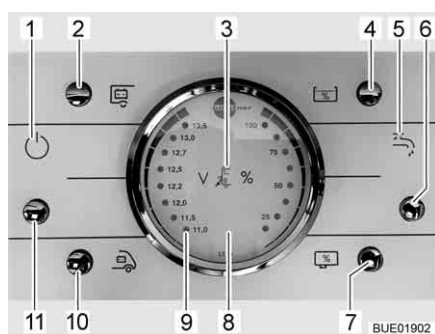

Fig. 167 Pannello di controllo LT 96
Il tasto (Fig. 167,11) inserisce o disinserisce il pannello di controllo e l'alimentazione a 12 V del vano abitabile.
Accensione: ■ Premere il tasto (Fig. 167,11): L'alimentazione a 12 V dell'abitacolo è inserita. La spia di controllo (Fig. 167,1) si accende.
Spegnimento: ■ Premere il tasto (Fig. 167,11): L'alimentazione a 12 V dell'abitacolo è disinserita. La spia di controllo (Fig. 167,1) si spegne.
Per l'indicatore volt/serbatoio (Fig. 167,8) leggere la scala sinistra. L'indicatore si illumina automaticamente appena viene premuto un tasto.
- Premere il tasto (Fig. 167,10): Viene indicata la tensione della batteria di avviamento.
- Premere il tasto (Fig. 167,2): Viene indicata la tensione della batteria dell'abitacolo.
Per l'indicatore volt/serbatoio (Fig. 167,8) leggere la scala destra. L'indicatore si illumina automaticamente appena viene premuto un tasto.
- Premere il tasto (Fig. 167,4): Viene indicato il livello del serbatoio dell'acqua.
- Premere il tasto (Fig. 167,7): Viene indicato il livello del serbatoio delle acque grigie.
- Premere il tasto (Fig. 167,6): L'alimentazione idrica è accesa. La spia di controllo della pompa dell'acqua (Fig. 167,5) si accende.
- Premere il tasto (Fig. 167,6): L'alimentazione idrica è spenta. La spia di controllo della pompa dell'acqua (Fig. 167,5) si spegne.
La spia luminosa rossa "ALARM" (Fig. 167,9) inizia a lampeggiare non appena la tensione della batteria dell'abitacolo scende al di sotto di 11 V (misurazione durante il normale esercizio) con conseguente rischio che la batteria si scarichi troppo.
La spia di controllo a 12 V (Fig. 167,1) si accende non appena viene inserito il tasto principale dei 12 V (Fig. 167,11).
La spia di controllo a 230 V (Fig. 167,3) si accende quando all'ingresso della centralina elettrica è presente una tensione di rete.